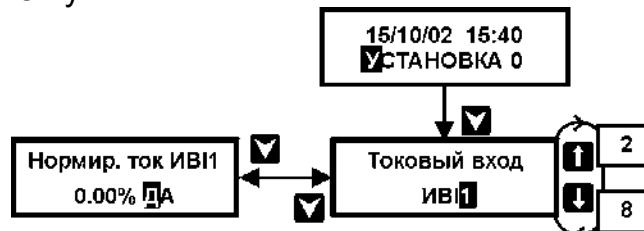

Рисунок 13 – Порядок действий по установке нуля токовых датчиков
1. Установить кнопками или пункт меню 1-ого уровня **УСТАНОВКА 0** (см. рисунок 13);